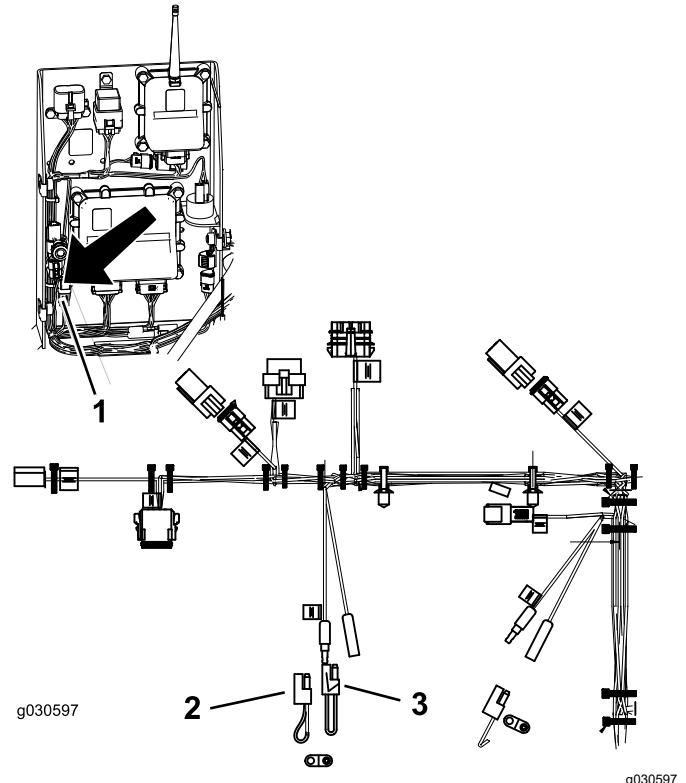

Figura 30
2. Desconecte los dos cables del conector indicado en Figura 30.